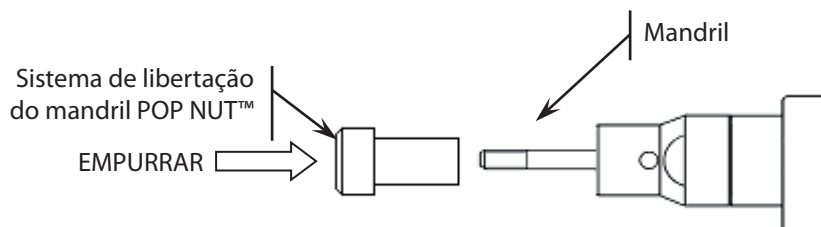

Figura 4: Sistema de libertação do mandril POP NUT™
3. Para retirar a ponteira da ferramenta, afrouxe a porca de travamento e desaperte-a (Figura 4).